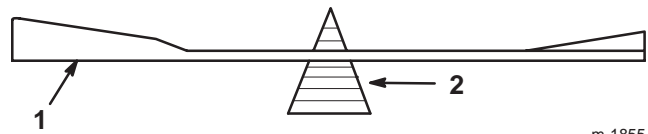

Bild 33
2. Überprüfen Sie die Auswuchtung des Schnittmessers auf einer Ausgleichsmaschine (Bild 33). Wenn das Schnittmesser in seiner horizontalen Position bleibt, ist es ausgewuchtet und kann wiederverwendet werden. Feilen Sie, wenn das Schnittmesser nicht ausgewuchtet ist, an der Rückseite des Messers etwas Metall ab. Wiederholen Sie diesen Vorgang, bis das Messer ausgewuchtet ist.